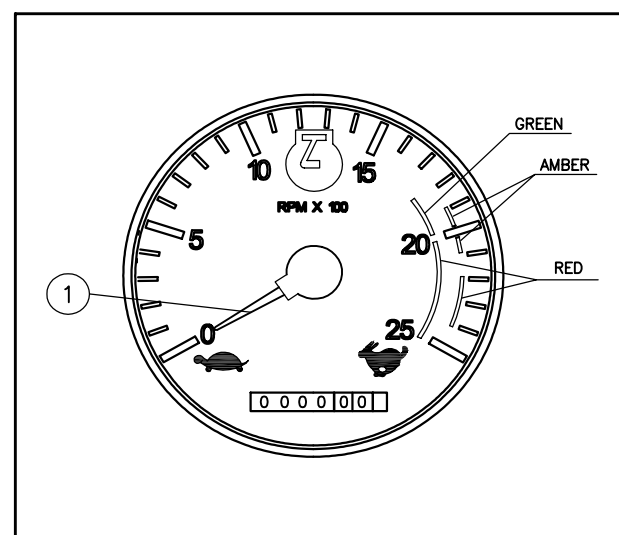

Fig.3-5
Broj obrtaja motora pokazan je kazaljkom (1) na skali. Kazaljka nikada ne bi trebala da prelazi 2500 RPM što pokazuje preteranu brzinu motora. (Fig.3-5)